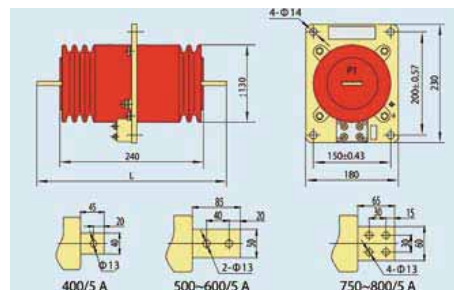

Рис. 6.2 Внешний вид и размеры трансформатора тока LAJ-10(Q) 400~800 А
- 6.2 Внешний вид и размеры трансформатора тока LAJ-10(Q) 400~800 А (см. рис. 6.2)